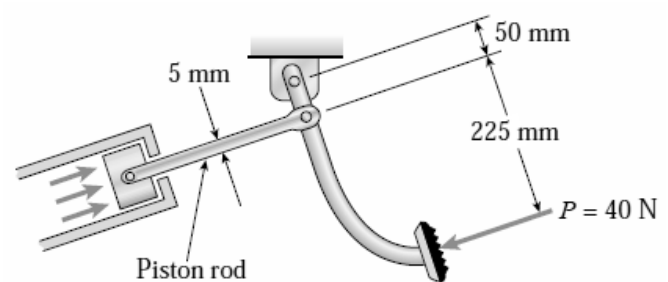

Figura 2.2
2.1.2 Calcule a tensão normal no “Piston rod” da Figura 2.2 quando o pedal sofre uma força indicada. R: $\sigma = 11,204 \text{ MPa}$